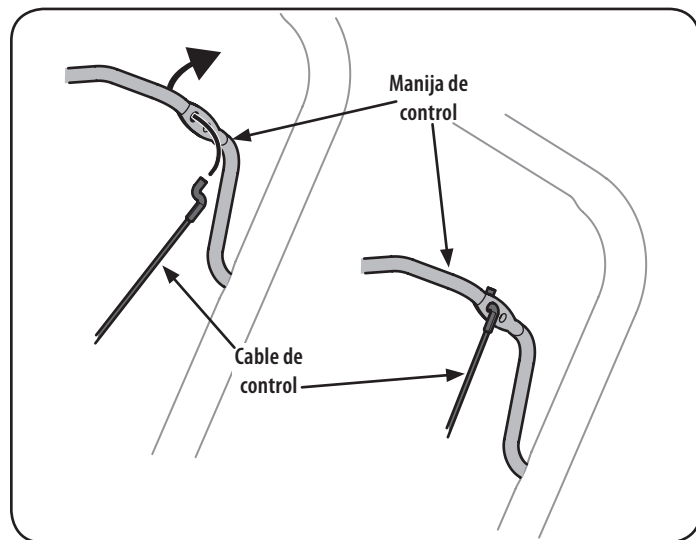

Figura 2
- El agujero superior de la barra de control prevé el ajuste de la tensión del cable. Para realizar el ajuste, desconecte el extremo del cable de control del agujero inferior de la manija de control e insértelo en el agujero superior. Inserte el cable desde el exterior como se indica en la Figura 2.